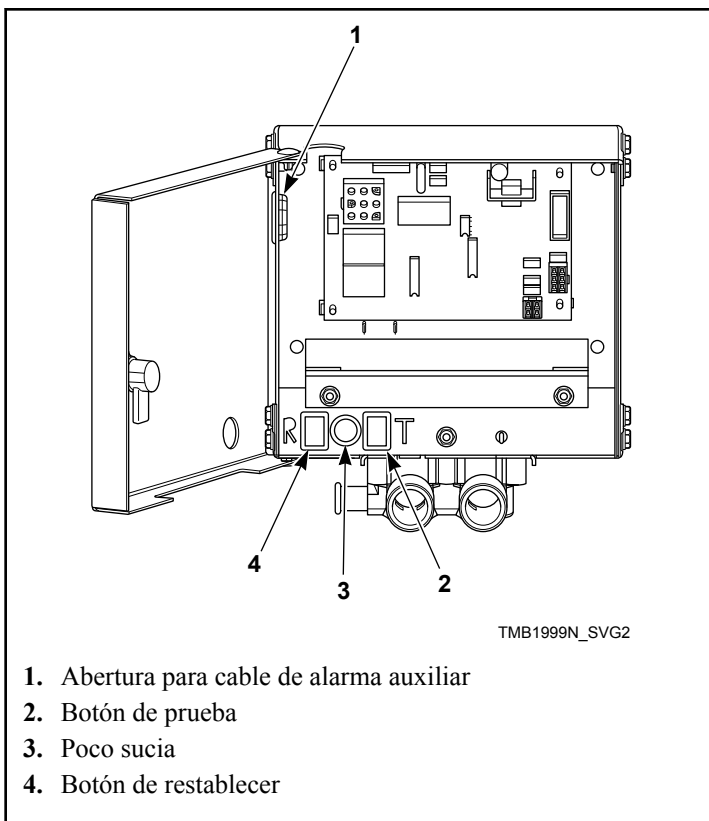
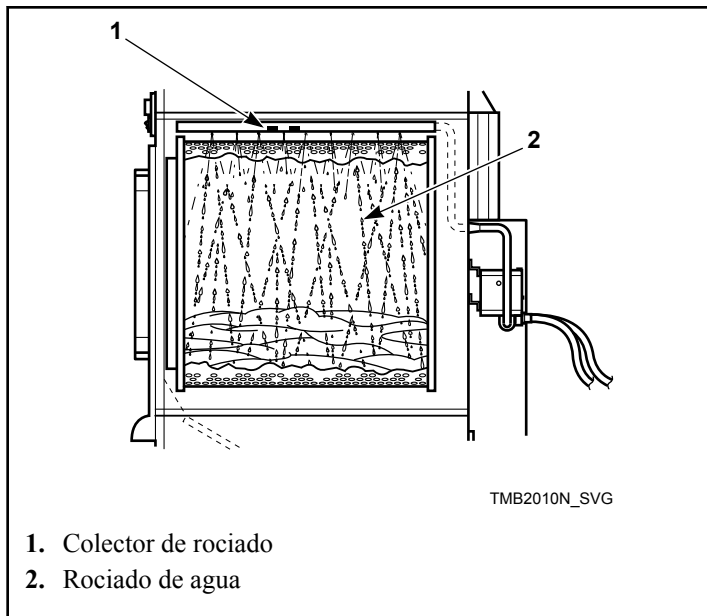

Figura 67
Figura 68
6. Pulse y mantenga presionado el botón de prueba, verifique que la luz esté encendida, esto debe tomar aproximadamente cinco segundos. Consulte la *Figura 67*. Después de una pausa de un segundo el agua debe de empezar a rociar dentro del cilindro.
7. Después de 15 segundos de rociado de agua, pulse y mantenga presionado el botón reinicio (reset) hasta que se apague el rociado de agua y la luz se apague. Esto debe tomar aproximadamente un segundo. Consulte la *Figura 67* y la *Figura 68*.